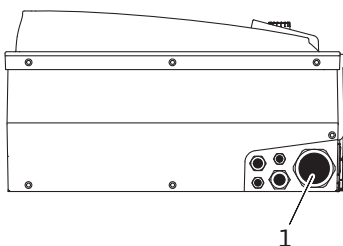

Fig. 23: Presetupa cablurilor M25/M40
- Cablul de alimentare trebuie introdus prin presetupa pentru cablu M25/40 (fig. 23, poz. 1).